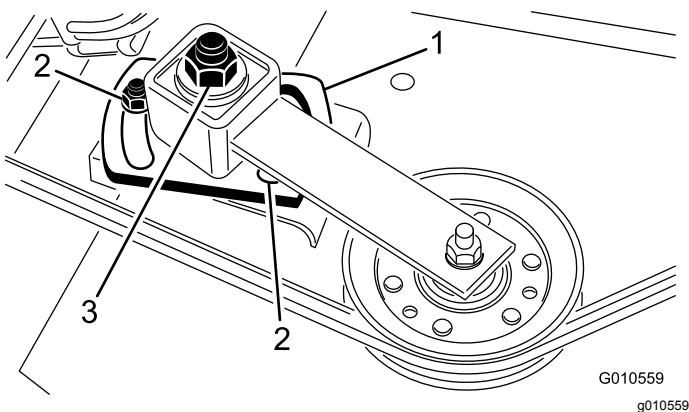

Bild 29
5. Ziehen Sie die Einstellmutter der Spannscheibe mit einem Sechskantschlüssel oder Drehmomentschlüssel auf 47-54 N·m an (Bild 29).